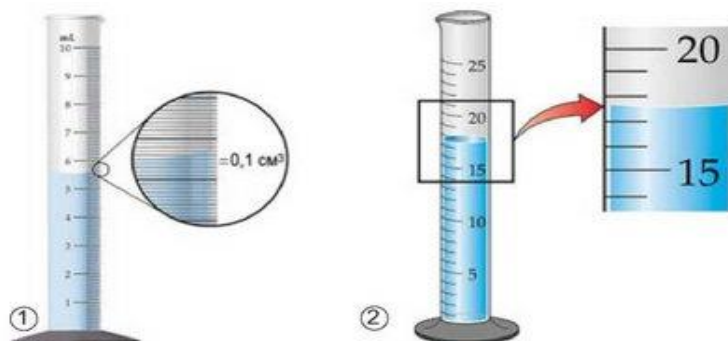

Рис. 1.10. Вимірювання об'єму рідини.
3. Знаючи ціну поділки шкали, з'ясувати об'єм рідини або сипкого матеріалу. При вимірюваннях потрібно дивитися на рівень води чи сипких матеріалів, як показано на рис. 1.10.